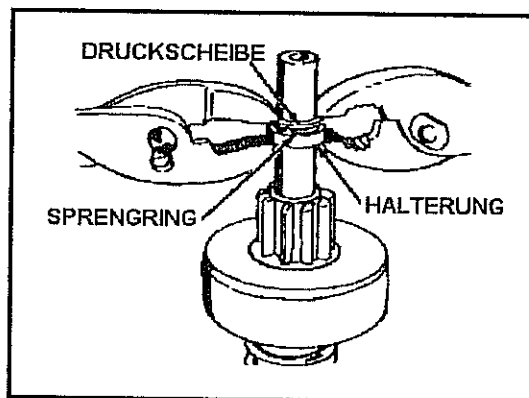

Abb. 3-44 Montage der Freilaufkupplung
- Halterung und Druckscheibe mit Sprengring dazwischen feststellen. Mit zwei Zangen, siehe Abb. 3-44, die Halterung und den Sprengring fassen und beide zusammendrücken, bis der Sprengring in die Halterung eingedrückt wurde und rundum in der Ringnut der Läuferwelle liegt.